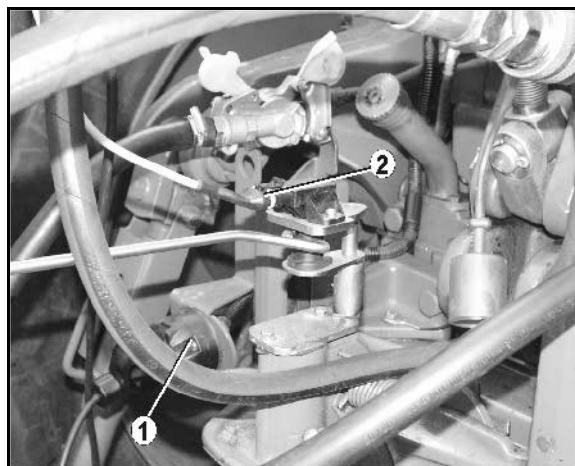

Fig. 43
- Anslut belysningskabeln till släpavagnsuttaget (Fig. 43/1) på traktorn. Kontrollera belysning och blinkers.
- Anslut kabeln (Fig. 43/2) för Trail-Tron-draget.